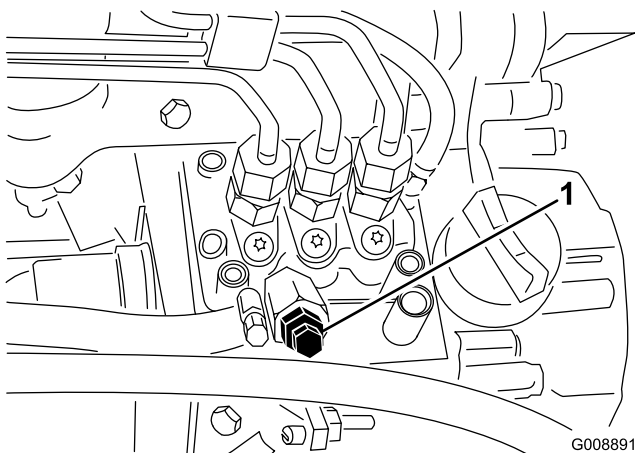

Figura 26
3. Desaperte o parafuso de purga que se encontra na bomba de injeção de combustível (Figura 26).